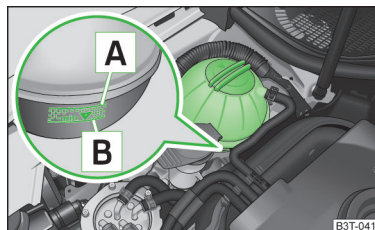

Fig. 164
Pentru completare, utilizați numai antigetul a cărui denumire o găsiți pe vasul de expansiune al lichidului de răcire » fig. 164 la pagina 192.
- Nu adăugați lichid de răcire deasupra marcajului **A** » fig. 164 la pagina 192.
Vasul de expansiune pentru lichidul de răcire se află în compartimentul motorului » fig. 164.
Descrierea imaginii » fig. 164
- Verificați nivelul lichidului de răcire la vasul de expansiune al lichidului. » fig. 164.
Când motorul este cald, rezultatul verificării poate fi inexact. Nivelul se poate afla chiar și peste marcajul **A** » fig. 164.